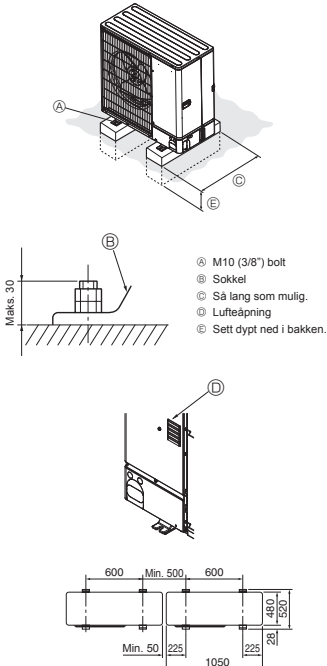

Fig. 3-1
- Sørg for å montere enheten på et solid, plant underlag. Det vil forhindre klapprelser under drift. (Fig. 3-1)